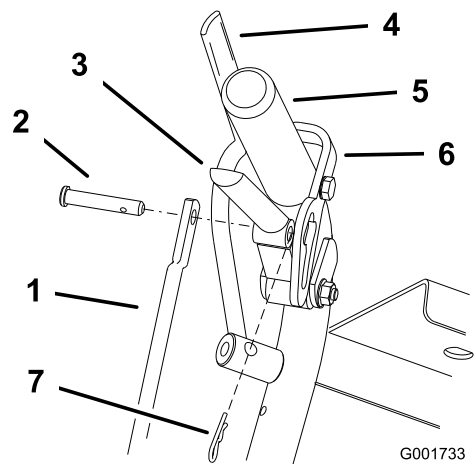

Рисунок 34
1. Отрегулируйте длину тяги управления, отпустив рычаг привода и сняв шплинт и шплинтуемый штифт (Рисунок 34). Поверните тягу в ее опоре (Рисунок 34).
4. Установите шплинтуемый штифт в рычаг привода (Рисунок 34).
6. Установите шплинт в шплинтуемый штифт и между рычагами привода и фиксаторами нейтрального положения (Рисунок 34).